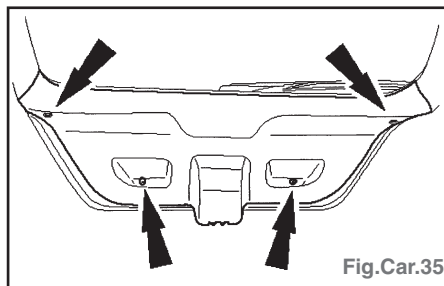

Fig.Car.35
- Déposer le panneau de garnissage de hayon (Fig.Car.35).